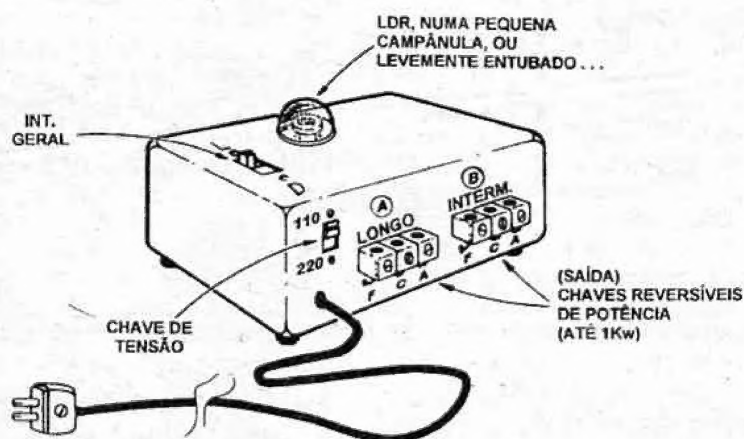

Fig. 5
- 1 - Caixa para abrigar o circuito (VER SUGESTÃO NA FIG. 5, MAIS ADIANTE...)
- 1 - Pequena campânula translúcida, ou pequeno tubo, com diâmetro compatível com as dimensões do LDR utilizado (VER FIG. 5)
- **FIG. 5 - A CAIXA DO SPIE**... - No item **OPCIONAIS/DIVERSOS** das **LISTA DE PEÇAS** o leitor/hobbysta notará que não especificamos medidas para o *container*, isso porque as dimensões da caixa dependerão do tamanho efetivo do transformador. (que pode variar um tanto...), da disposição externa adotada para os conectores e controles, tipo de acomodação dada ao foto-sensor (LDR), etc. De qualquer modo, não será difícil encontrar uma caixa padronizada plástica, de boa qualidade e preço moderado, nas dimensões e formas convenientes, resultando num *lay out* igual ou próximo ao sugerido... Observar, principalmente, a colocação do LDR, que